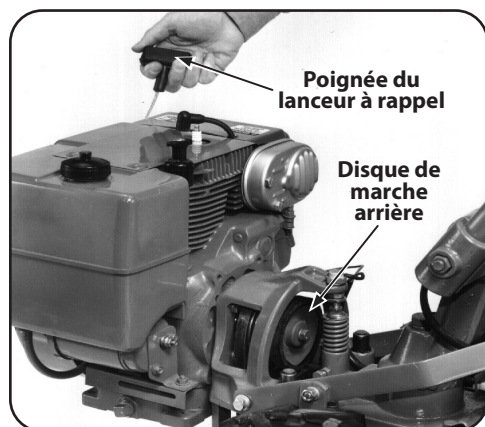

Figure 5-20
2. Placez le levier d'entraînement de la PDF des dents et des roues à la position NEUTRE. Tirez le lanceur à rappel et observez le disque de marche arrière. Le disque doit tourner, mais pas la poulie inférieure. Voir Figure 5-20. Si le disque de marche arrière fait tourner la poulie inférieure, ou s'il est situé à moins de 3/16 po de la poulie, vous devez ajuster le boulon de réglage de marche arrière vers le haut. Le fait de tirer le boulon vers le haut peut aussi régler le problème du motoculteur qui passe en MARCHE ARRIÈRE par lui-même.